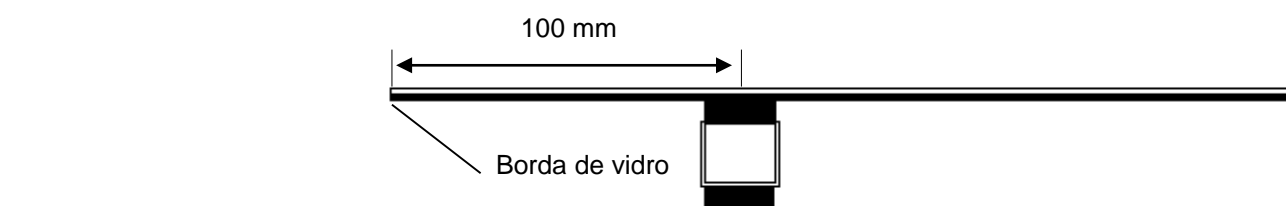

Figura 10
- ② A distância que o produto ultrapassa a nervura em cada extremidade não deve exceder 100 mm. (conforme mostra a Figura 10)